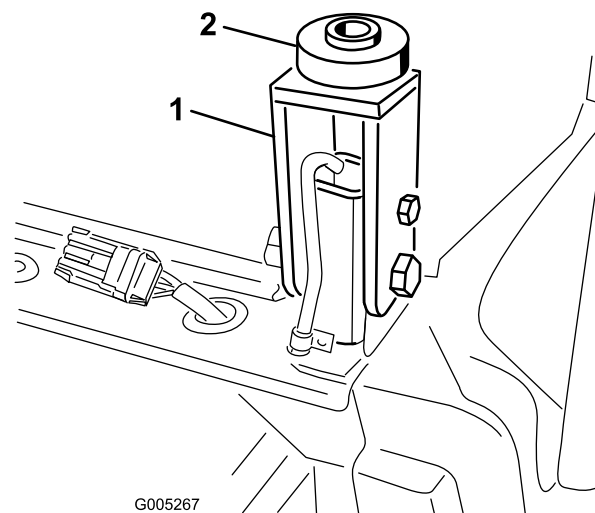

Figura 112
35. Instale un taco de goma en cada punto de montaje trasero de la cabina (Figura 112).